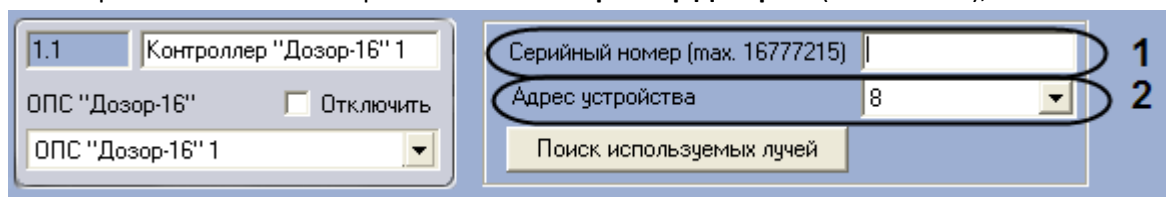

Рис. 3.4—2. Настройка подключения контроллера Дозор-16
2. Указать серийный номер контроллера *Дозор-16* (Рис. 3.4—2, 1);
3. Выбрать адрес устройства из раскрывающегося списка **Адрес устройства**(Рис. 3.4—2, 2);